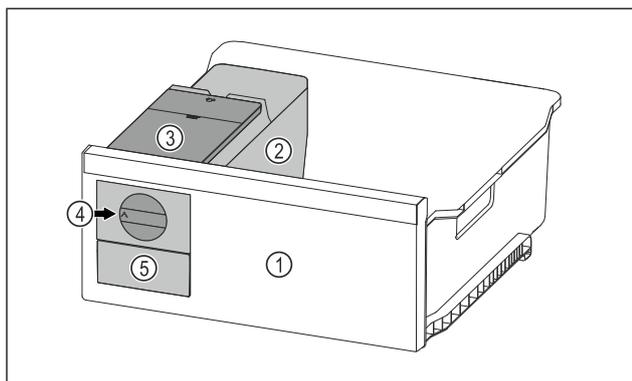

Fig. 84 例图
- ▶ 将旋钮 Fig. 84 (4) 顺时针转动到底。
- ▷ 冰块从方块冰盘落入冰块抽屉 Fig. 84 (5) 中。